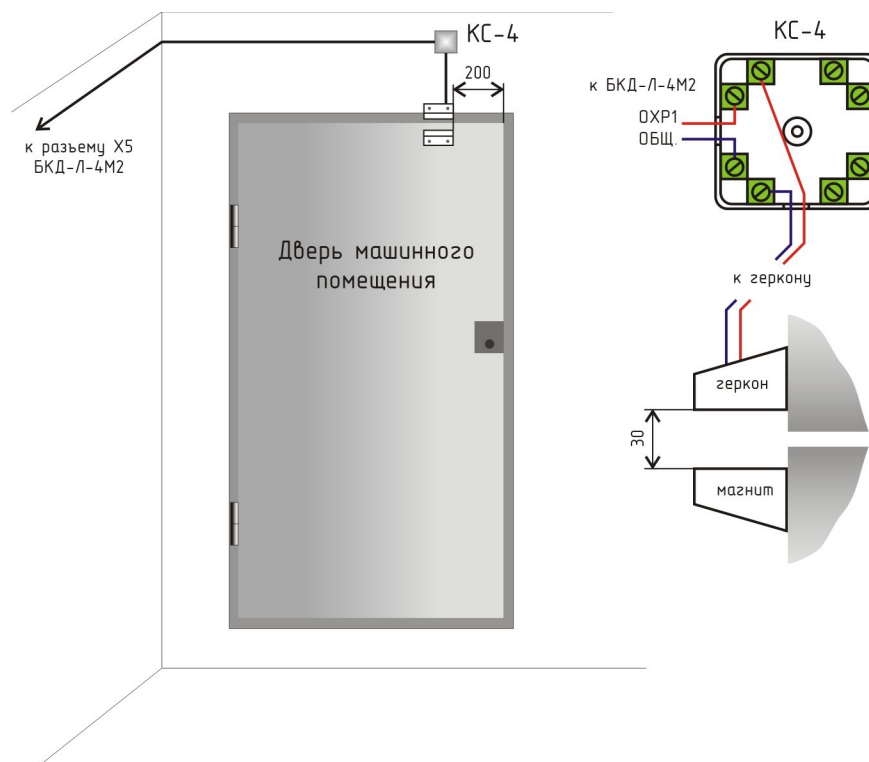

Рисунок 2 - Установка охранного датчика ИО 102-20
2) Рекомендуемая высота крепления блоков 1,5 м. Крепление блоков к бетонной поверхности производить при помощи двух пластмассовых дюбелей 6х40 мм и самонарезающих винтов 3,5х40 мм. Предварительно в стене должны быть просверлены отверстия диаметром 6 мм и глубиной 45 мм (рисунок 2).